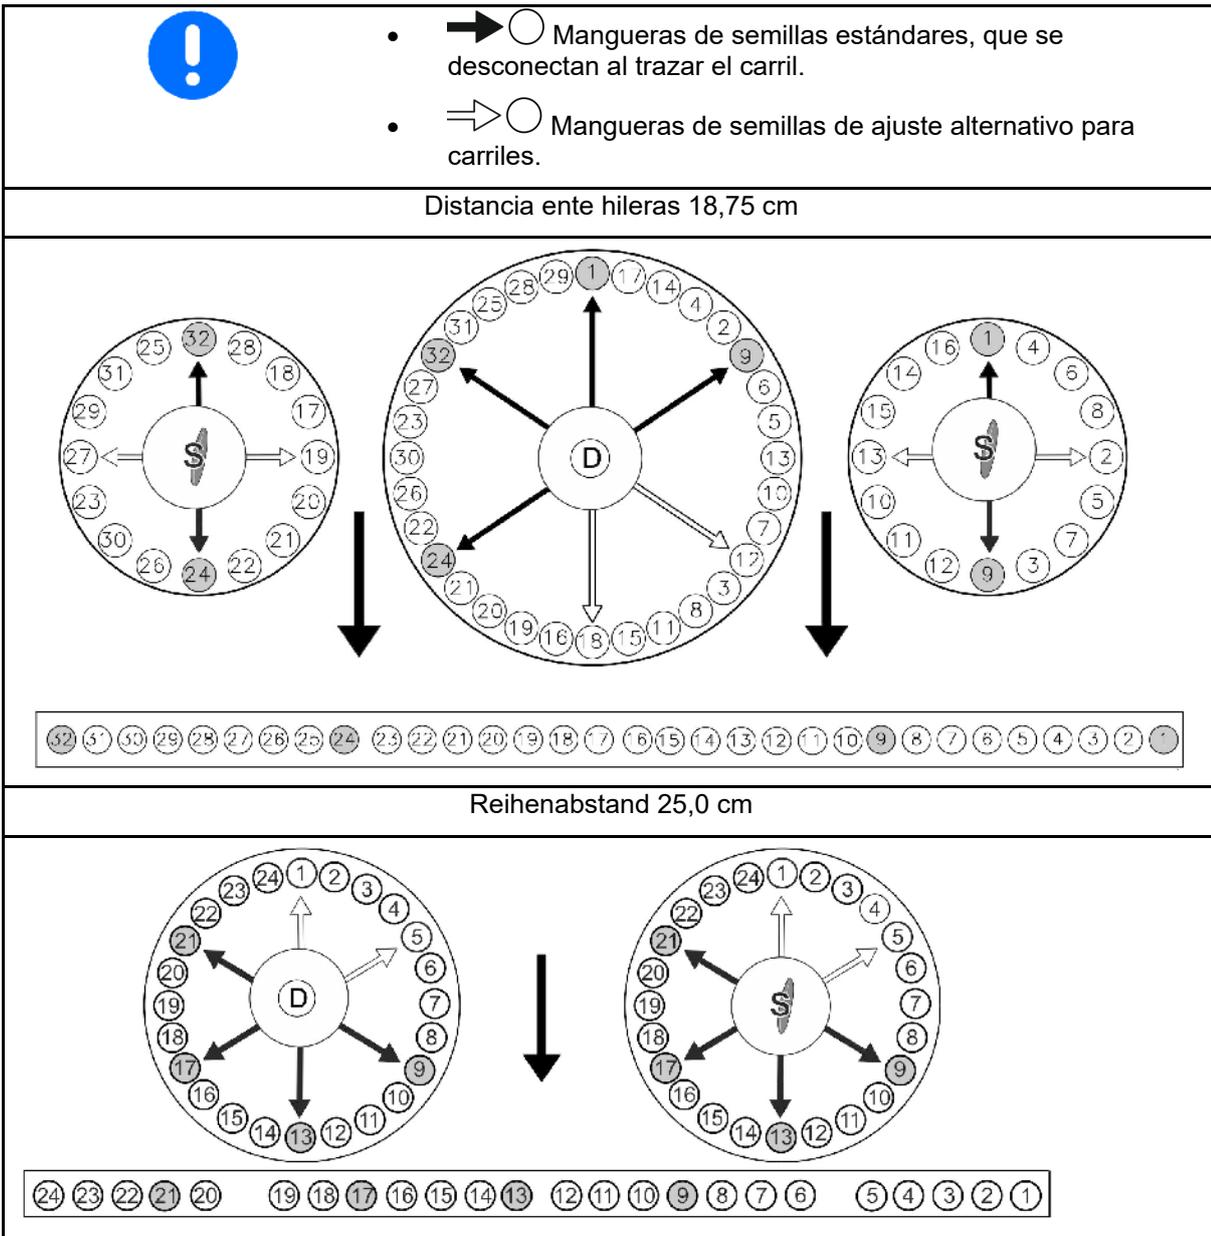

Fig. 137
2. Soltar la varilla de nivel de aceite y quitarla (Fig. 137/1).